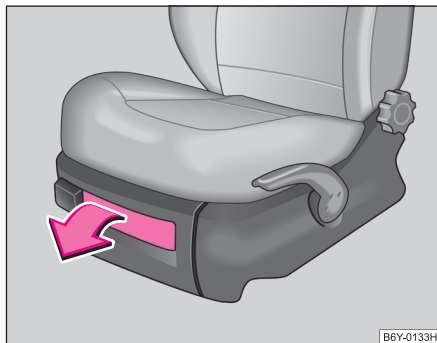

Fig. 85 Scaun față:
- Pentru deschiderea capacului, apăsați pe încuietoare și trageți capacul ⇒ fig. 85.